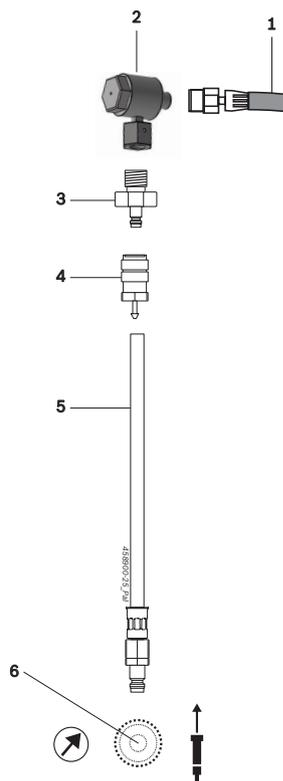

Рис. 41: Разъем для обезвоздушивания системы
1. Присоединить вентиляционный переходник 1 683 457 129 (Рис. 41, поз. 3) к соединительному адаптеру 1 681 032 120 (Рис. 41, поз. 2). Момент затяжки: 25 – 30 Нм
2. Присоединить шлангопровод 1 684 462 570 (Рис. 41, поз. 5) со штуцерами шланга CRIN (Рис. 41, поз. 4) к вентиляционному переходнику 1 683 457 129 (Рис. 41, поз. 3).
3. Присоединить шлангопровод 1 684 462 570 (Рис. 41, поз. 5) к испытательному выводу для количества возвратного топлива (Рис. 41, поз. 6).
4. Присоединить шлангопровод высокого давления (Рис. 41, поз. 1) к соединительному адаптеру 1 681 032 120 (Рис. 41, поз. 2).